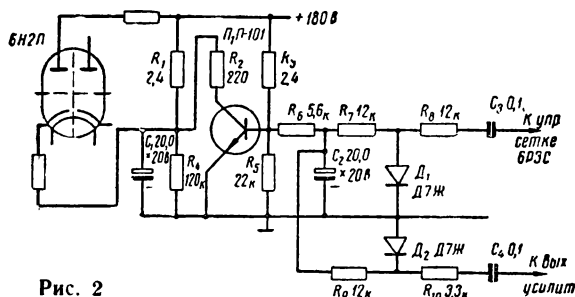

Рис. 2
2. Данная схема вносит добавочные нелинейные искажения, особенно на малых выходных уровнях сигнала. При этом велико влияние коэффициента усиления транзистора П-25. Чтобы сохранить достоинства схемы и исключить эти недостатки, ее необходимо строить согласно рис. 2. Два транзистора: П-25 и П-13А — заменяются одним кремниевым П-101, включенным по схеме с заземленным эмиттером. Запирающее напряжение подается не на управляющую сетку, а в катод лампы входного каскада. Питание транзистора не связано с отрицательным напряжением смещения оконечных ламп.